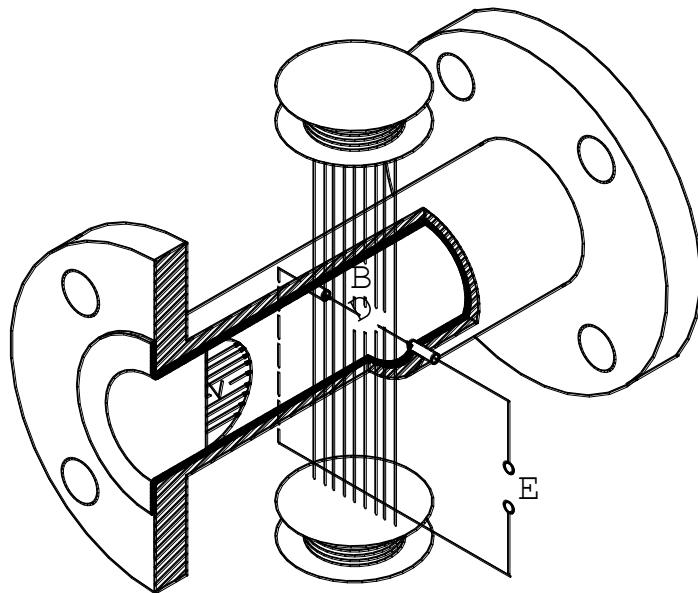

Рисунок 4.1
4.1.1 Принцип действия расходомера основан на явлении электромагнитной индукции (см. рисунок 4.1).
4.2.5 ППР представляет собой отрезок трубопровода из немагнитного материала (см. рис.4.1), внутренняя поверхность которого футерована диэлектриком (фторопластом). В диаметрально противоположных стенках трубопровода установлены два электрода, контактирующие с измеряемой средой и предназначенные для съёма ЭДС индукции (E). Благодаря такой конструкции ППР расходомер вносит минимальное гидравлическое сопротивление в поток жидкости. Магнитная система ППР состоит из двух последовательно включённых катушек возбуждения и магнитопровода. ЭДС индукции усиливается в блоке аналоговой обработки ПМ, преобразуется в цифровую форму и поступает затем в блок цифровой обработки сигнала. Блок аналоговой обработки сигнала также формирует ток, поступающий на катушки возбуждения магнитной системы ППР.